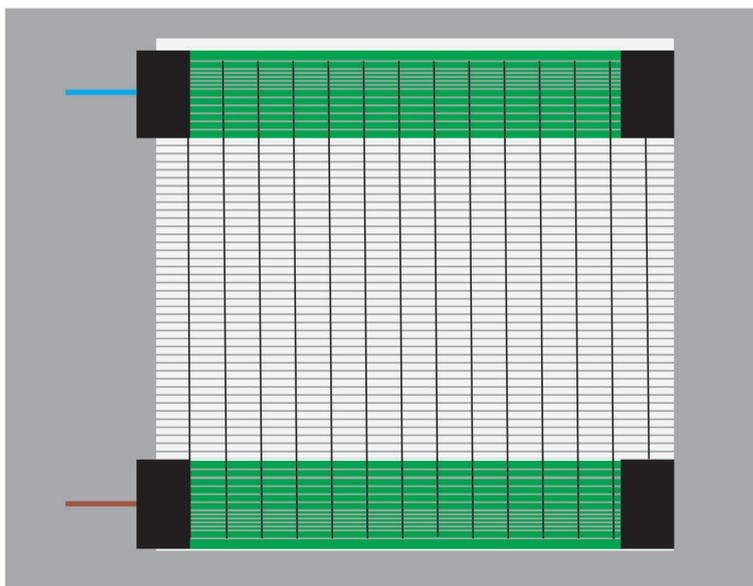

Рис. 7
8. Заизолируйте контакты в местах соединения и с противоположной стороны, а также в местах отреза нагревательного элемента (в случае повреждения черной нити) с помощью битумной ленты (см. рис. 7).